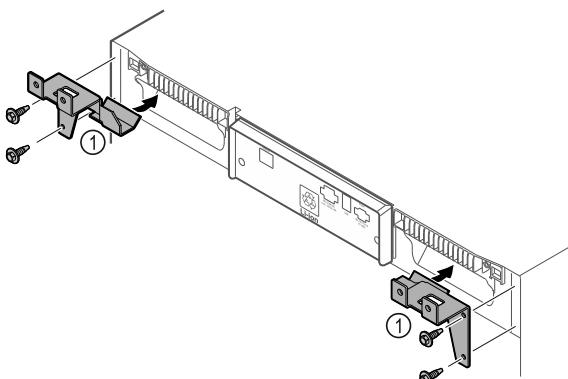

Fig. 11
- Змонтовати деталі кріплення Fig. 11 (1) за допомогою саморізів на пристрій.